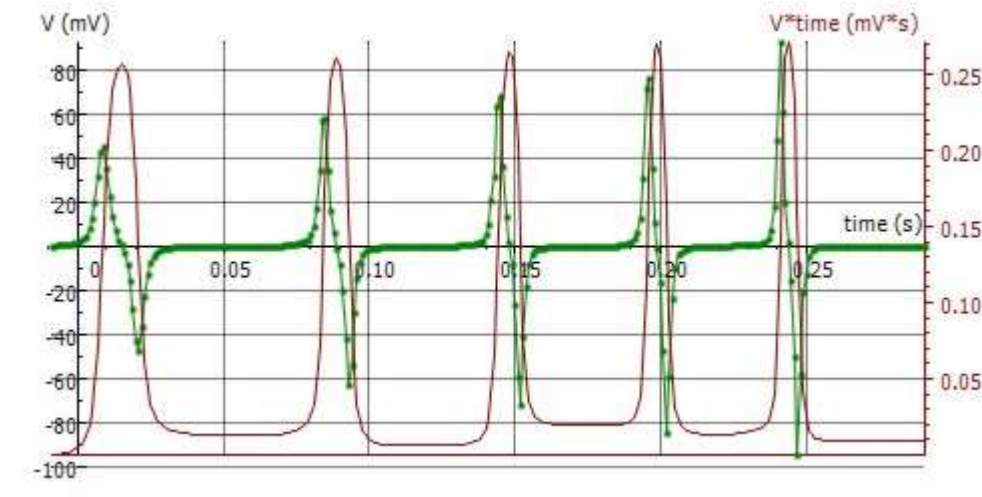

Fig. 3: Zeitliche Verläufe der induzierten Spannung U und des magnetischen Flusses Φ
Die grüne Kurve in Fig. 3 zeigt den aufgenommenen Spannungsverlauf.
In dem Diagramm im Fenster „Integral“ wird die Größe „ $U \cdot t$ “ in der Einheit „ $mV \cdot s$ “ dargestellt (violette Kurve in Fig. 3). Diese entspricht nach Gleichung (2) dem magnetischen Fluss Φ .
Der magnetische Fluss nimmt seinen Maximalwert an, wenn die induzierte Spannung auf Null zurückgeht (Fig. 3), d.h. der Magnet das Zentrum der Spule erreicht hat. Die Flächen unter allen positiven und negativen Spannungssignalen sind dem Betrage nach gleich (siehe oben). Sie entsprechen dem maximalen magnetischen Fluss Φ des Permanentmagneten im Inneren einer einzelnen Spule. Der maximale magnetische Fluss erreicht deshalb für alle Spulen im Rahmen der Messgenauigkeit den gleichen Wert $\Phi_{\max} \approx 250 \mu Vs$.